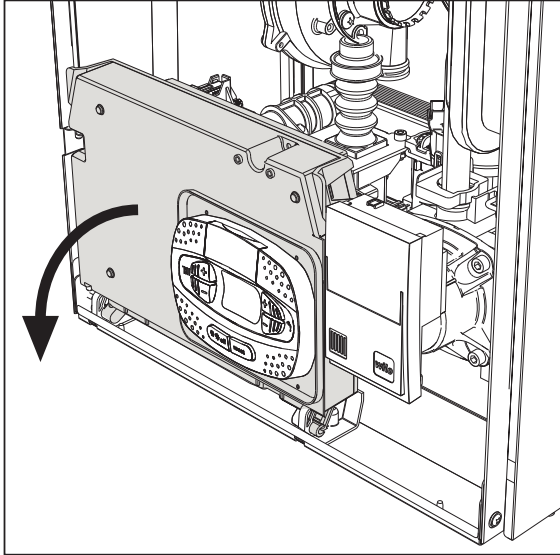
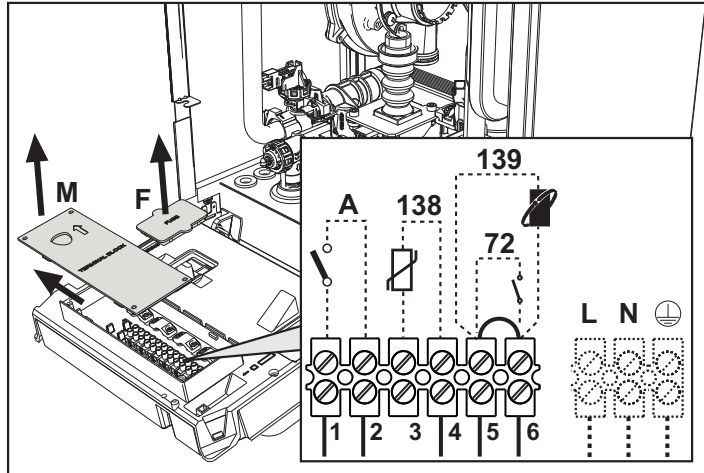

рис. 19
рис. 20
После снятия передней панели (\*\*\*) 'Открытие передней панели' on page 32 (\*\*\*) можно получить доступ к клеммной колодке (M) и предохранителю (F), действуя согласно нижеприведенным указаниям (рис. 19 и рис. 20). **Клеммы, указанные на рис. 20, должны иметь чистые контакты (не 230В).** Расположение зажимов и их назначение показаны также на электрической схеме на рис. 62.